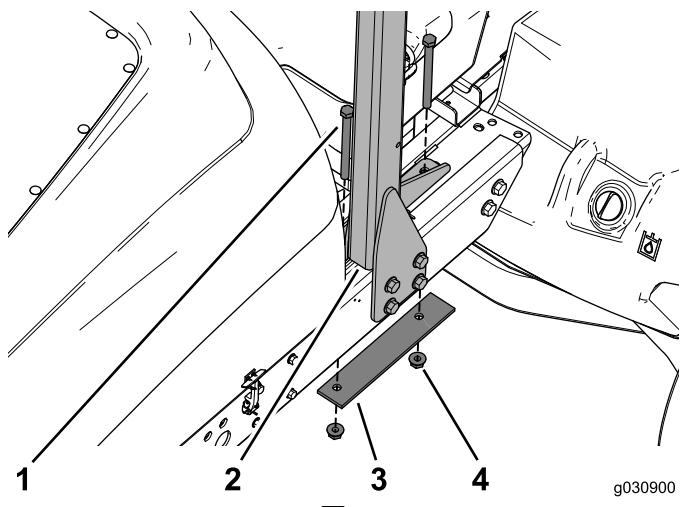

図 5
6. ワイヤハーネスとバッテリーコンパートメントの位置をずらすなどして、ROPSをフレーム上部に固定しているボルト2本、補強プレート、フランジナットを外す図5。外した部品類は捨てないこと。